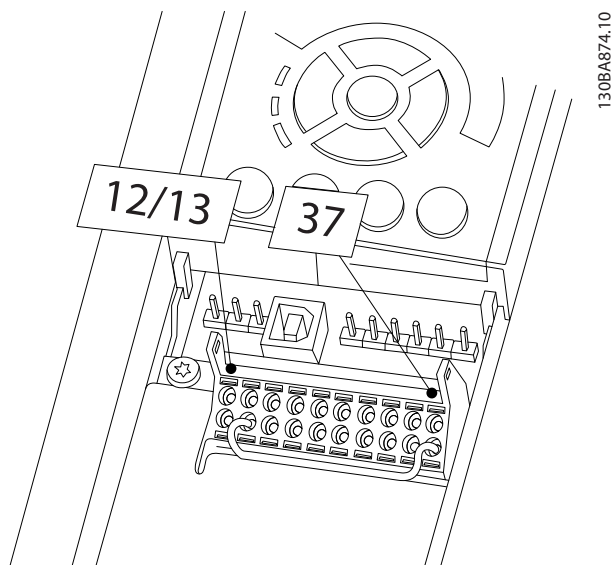

Bild 2.23 Bygel mellan plint 12/13 (24 V) och 37
1. Ta bort byggedningen mellan styrplint 37 och 12 eller 13. Det räcker inte att klippa eller bryta bygeln för att undvika kortslutning. (Se bygeln i Bild 2.23.)
Om statusraden längst med på LCP visar **AUTO REMOTE COASTING** eller **Larm 60 Extern stopp** visas indikerar detta att enheten är klar för drift men saknar en ingång på plint 27. Mer information finns i Bild 2.23.